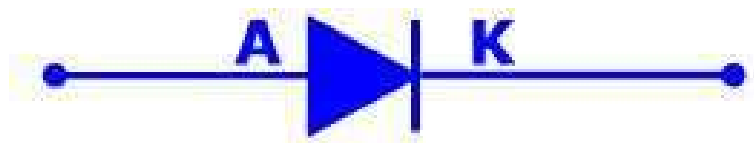

Figura 4.1. Símbolo del diodo
*Como el diodo es un dispositivo de dos terminales: una positiva llamada ánodo, y una negativa llamada cátodo, figura 4.1. La aplicación de un voltaje entre sus terminales permite dos posibilidades de polarización, como se muestra en la Tabla 4.1.-*